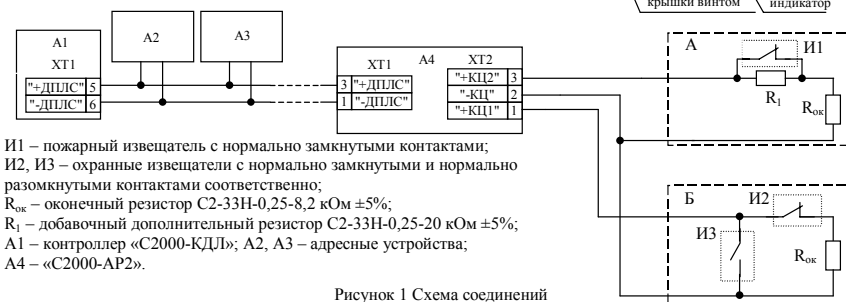

Рисунок 1 Схема соединений
2.1 Схема внешних соединений. На рис.1 показана типовая схема соединений АР2 с С2000-КДЛ и типовые варианты включения неадресных извещателей. **Вариант А** – включение пожарных извещателей с нормально замкнутыми контактами, **вариант Б** – включение охранных извещателей с нормально замкнутыми или с нормально разомкнутыми контактами. Вариант А позволяет различать состояния контролируемых цепей (КЦ) «Норма», «Пожар», «Обрыв» и «КЗ» при задании типа зоны номером 2 «Комбинированная». При включении охранных извещателей по варианту Б задается тип зоны 4 «Охранная» (состояния «Норма», «Тревога»). Типы и способы задания зон приведены в эксплуатационных документах на С2000-КДЛ, С2000 и АРМ Орион.